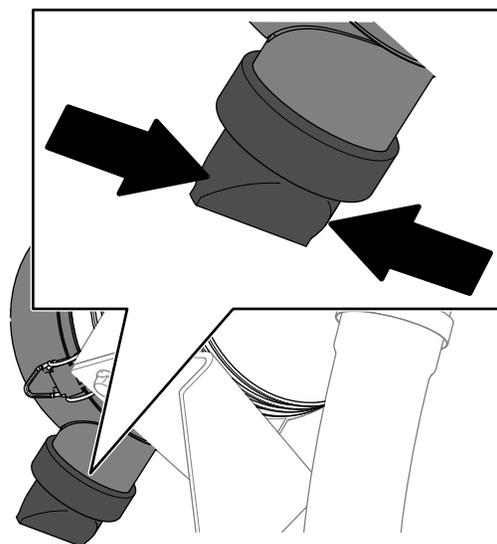

Figura 114
5. Premete la valvola di espulsione della polvere (Figura 114).